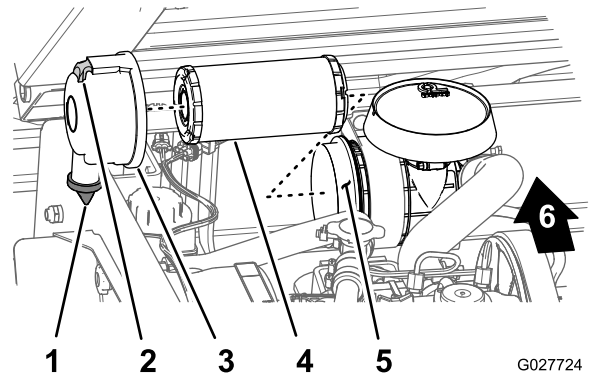

図 33
2. エアクリーナ本体にリーク原因となりそうな傷がないか点検してください。ハウジングとカバーがシールでしっかり密着しているのを確認してください (図 33)。
3. ラッチを引いて外し、カバーを左にひねってボディーからはずす 図 33。
5. 汚れを落とさないように注意しながら、ハウジング 図 33 内部からエレメントを静かに引き出す。